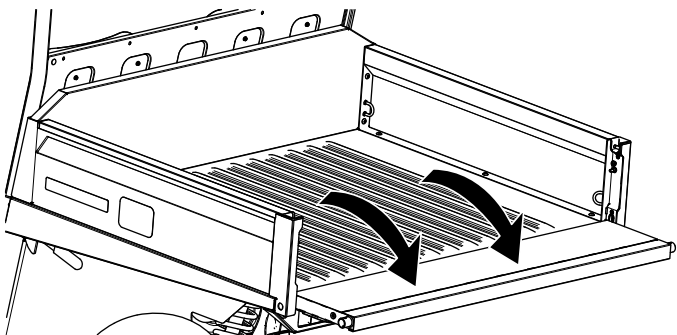

Figura 44
3. Baje el portón hasta que quede nivelado con la parte inferior de la plataforma de carga (Figura 44).